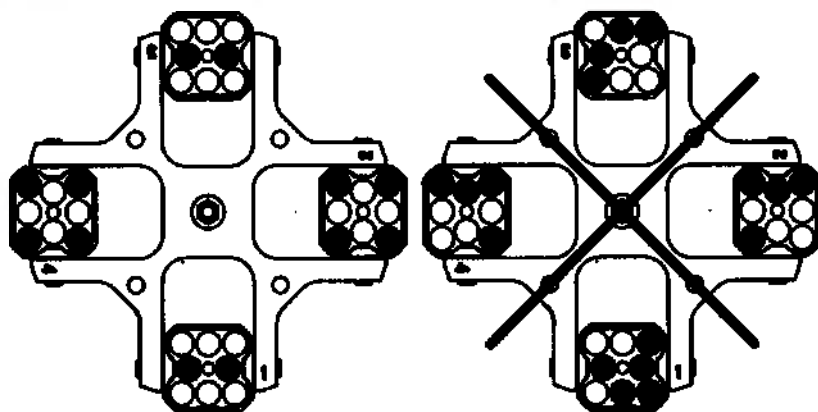
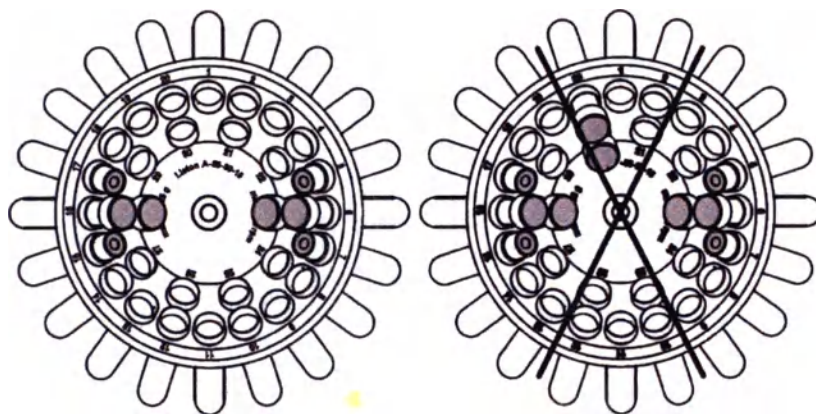
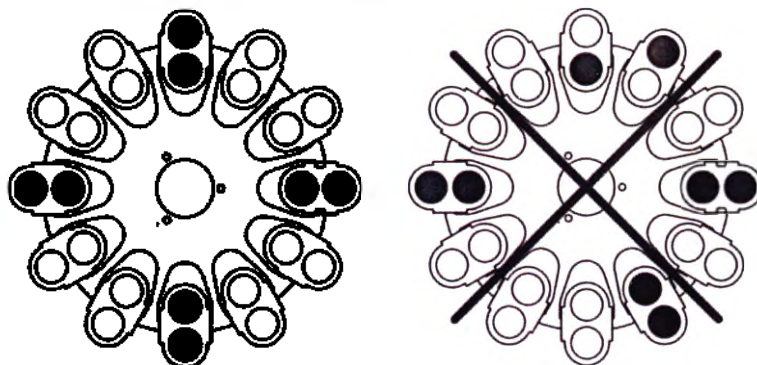

Рис. 4 Схема загрузки универсальных роторов-крестовин
Рис. 5 Схема загрузки угловых роторов.
Рис. 6 Схема загрузки бакет-роторов.
– установите пробирки в ротор согласно Рис. 4, Рис. 5 или Рис. 6 (в зависимости от вашего типа ротора);